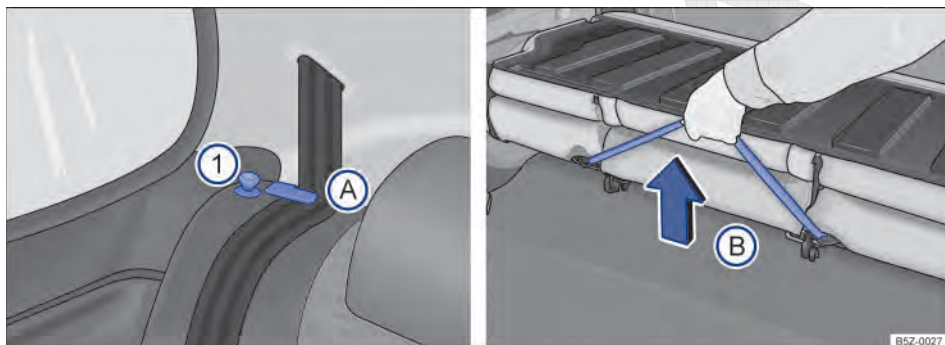

Fig. 74 Banco traseiro: pino de destravamento ①; posicionador para os caderços dos cintos (A); alça para destravamento do conjunto do assoalho (B).
- Posicionar os caderços dos cintos de segurança nos seus respectivos posicionadores ⇒ **Fig. 74 (A)**.
- Levantar o pino ⇒ **Fig. 74 ①** de destravamento em ambos os lados para cima e, ao mesmo tempo, rebater o encosto do banco traseiro para frente.
- Puxar a alça ⇒ **Fig. 74 (B)** para destravar o conjunto do assoalho e, ao mesmo tempo, levantar-o **cuidadosamente** na direção dos bancos dianteiros.
- Segurar o banco traseiro pela alça ⇒ Fig. 74 (B) e, soltar de uma altura de 15 cm.
- Retirar os cadarços do cinto de segurança dos posicionadores ⇒ Fig. 74 (A). Para veículos com cintos de três pontos fixos, recolocar as linguetas nos respectivos fechos.